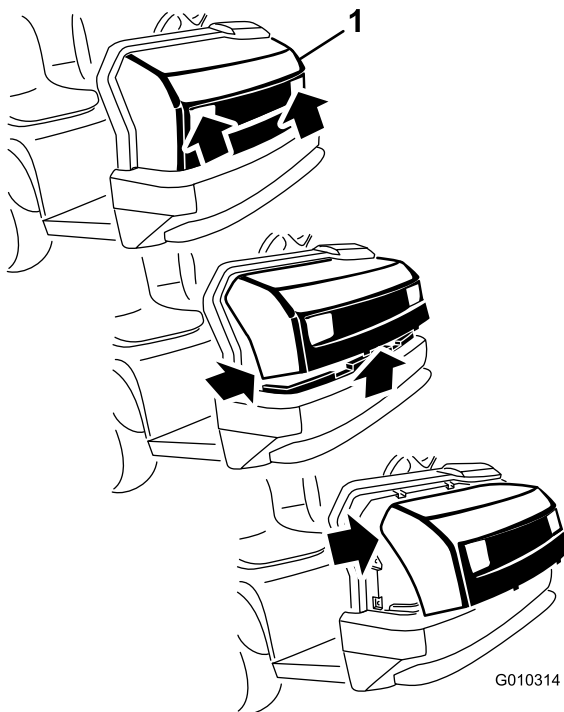

Figura 1
5. Segurando o capot nas aberturas dos faróis, eleve o capot para libertar as patilhas de montagem inferior das ranhuras no pára-choques (Figura 1).
6. Desloque a parte inferior do capot para cima até ser possível retirar as patilhas de montagem superiores das ranhuras da estrutura (Figura 1).
7. Desloque a parte superior do capot para a frente e desligue os conectores de fios dos faróis (Figura 1).